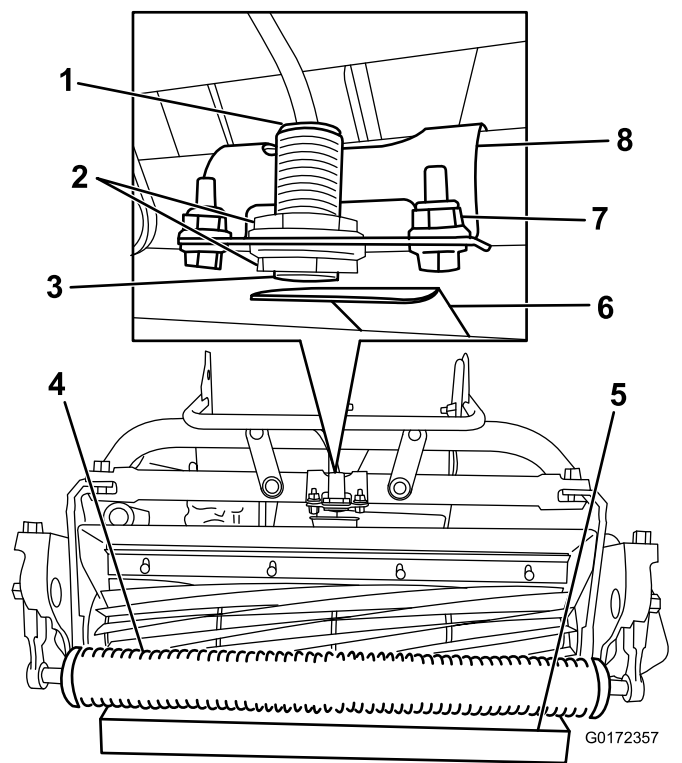

Рисунок 17
2. Ослабьте контргайки на датчике и отрегулируйте датчик таким образом, чтобы из нижней контргайки выходил наружу один виток резьбы (Рисунок 17).
4. Установите подставку толщиной 3,8 см под передний валик режущего блока (Рисунок 17).
5. Ослабьте детали крепления кронштейна датчика к раме (Рисунок 17).
8. Поворачивайте кронштейн датчика в сторону отражательной пластины до тех пор, пока не загорится индикатор сверху датчика (Рисунок 17). Если индикатор уже горит, поворачивайте его в сторону от отражательной пластины, пока он не погаснет, затем в обратном направлении, пока он не загорится снова.